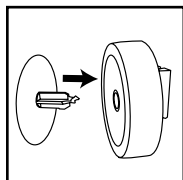

FIGURA 9
12. Insertar la clavija de la rueda (con la lengüeta hacia arriba) a través de la rueda y del bastidor del eje alineando la lengüeta de la clavija con la ranura en el bastidor del eje. **FIGURA 9.**